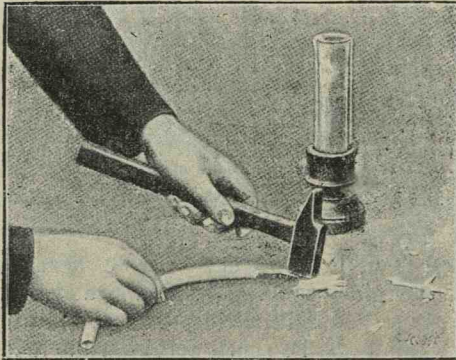

Fig. 112. Cauciucul, care a fost muiat în aer lichid, se sparge ca sticla.
1. Un tub de cauciuc, care e moale și elastic, se face tare și se sparge ca sticla, după ce a fost ținut 1 minut, 2, în aer lichid, fig. 112. 3. O minge de gumă se sparge în bucăți, când e aruncată jos, după ce a fost ținută în aer lichid. 3. Mer-